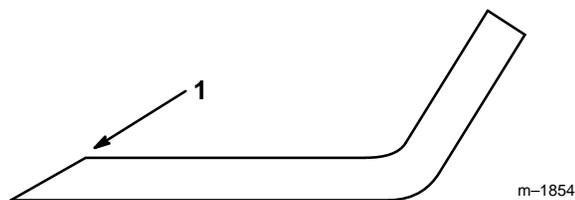

Abbildung 61
1. Mit Hilfe einer Feile die Schneidkante an beiden Enden des Messers schärfen (Abb. 61). Den ursprünglichen Winkel beibehalten. Das Messer bleibt in der Balance, wenn von beiden Schneidkanten die gleiche Materialmenge entfernt wird.